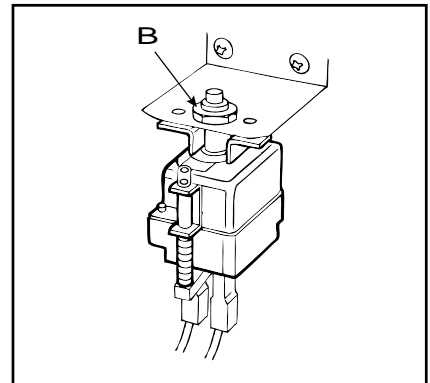

Abb. 8
- 3) Ziehen Sie die Kabel der Thermostate heraus und lösen Sie die Befestigung (**B** - Abb. 8) des Sicherheitsthermostats oder die Schrauben des Thermostates in der Garkammer, das an der Rückseite des Bedienfeldes befestigt ist;